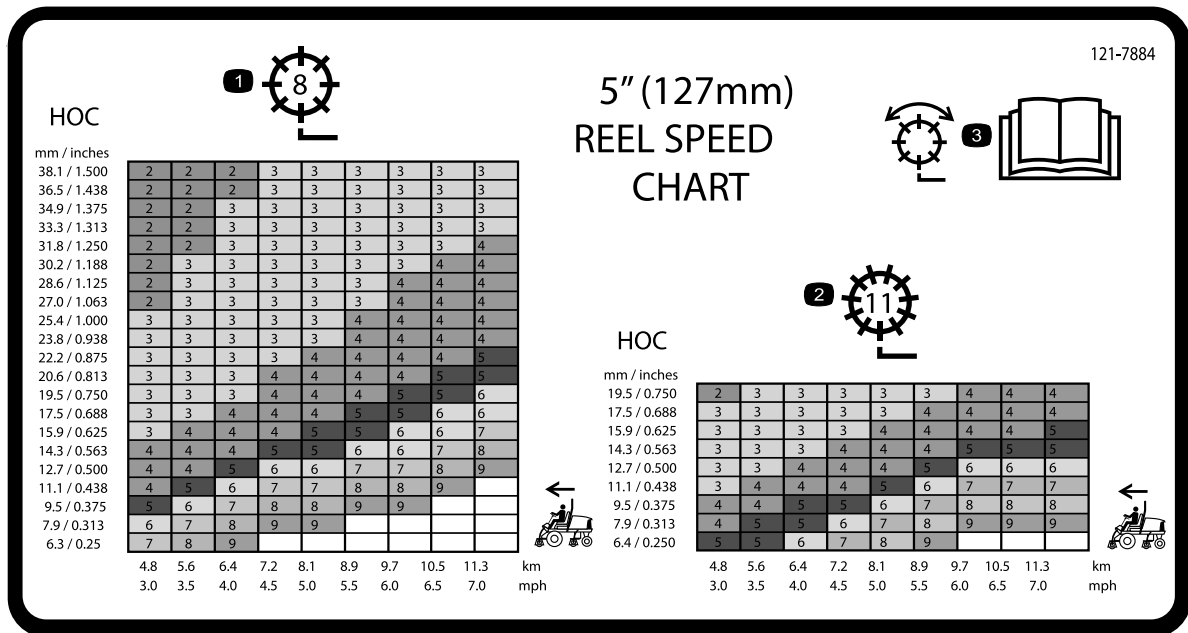

Figure 31
- Reportez-vous au graphique sur l'autocollant du tableau de vitesse des cylindres (Figure 31) pour déterminer le réglage de vitesse de cylindre correct.